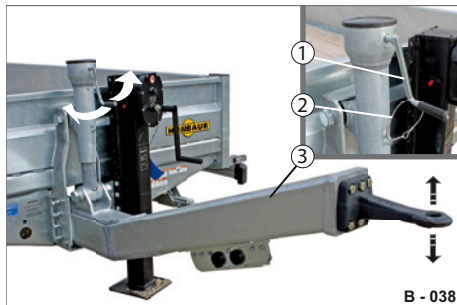

Abb. 37 Höhenverstellung des Zugrohrs
- ▶ Klemmen Sie das Sicherungsseil (Abb. 37/2) ab.
- ▶ Drehen Sie die Kurbel (Abb. 37/1) rechts bzw. linksrum und passen Sie die Höhe des Zugrohrs (Abb. 37/3) der Bolzen-Kupplung (Abb. 40/2) an der Zugmaschine an.
- ▶ Stellen Sie die Kurbel (Abb. 37/1) nach unten.
- ▶ Klemmen Sie das Sicherungsseil (Abb. 37/2) an. Die Kurbel ist gegen selbstständiges Drehen gesichert.